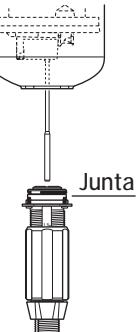

Fig. 7
- 1 - Cuando utiliza productos solubles disolvidos, se recomienda desmontar periódicamente la parte dosificación completa, (véase : § LIMPIEZA DE LA VÁLVULA DE ASPIRACIÓN, § CAMBIO DE LAS JUNTAS DE LA PARTE DOSIFICACIÓN). Aclararla con agua abundante y volver a montarla después de haber engrasado la junta con una grasa de silicona (Fig. 7).